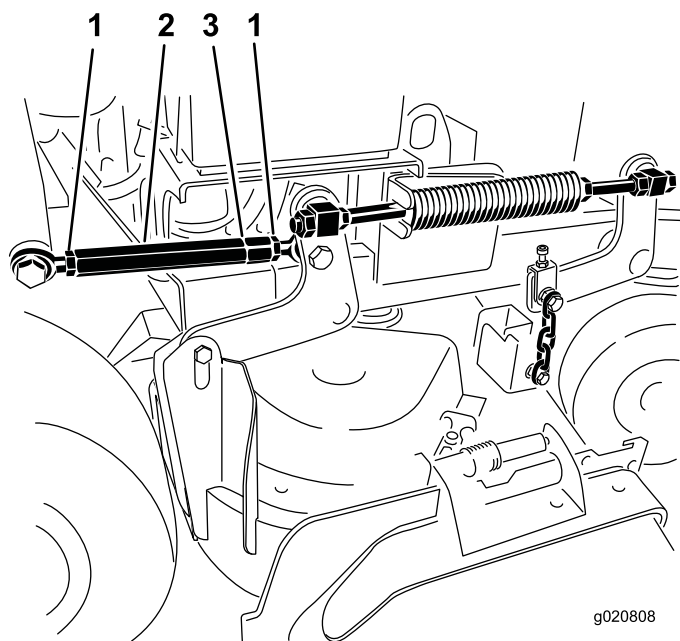

Figura 87
5. Allentate i controdadi a entrambe le estremità del tenditore (Figura 87).
**Nota:** L'estremità del tenditore su cui è visibile una scanalatura ha filetti sinistrorsi (Figura 87).